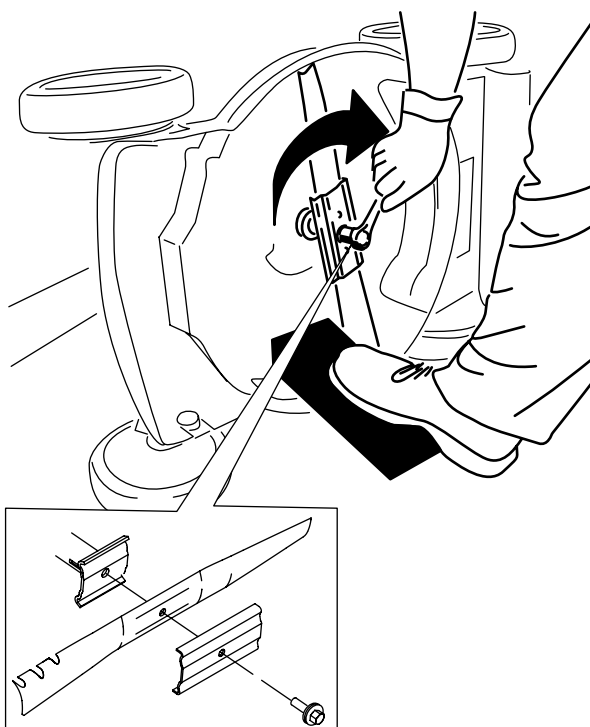

Figura 22
4. Instalați noua lamă, consola i urubul lamei (Figura 22).